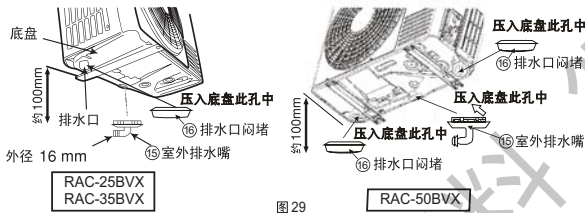

图29
- 请将机体在安装后,按图29所示将附件⑮室外排水嘴安装在出水孔中。